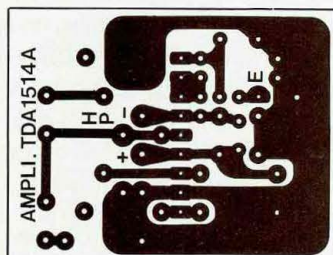

Fig. 7 : Un petit circuit imprimé qui reçoit tous les composants de la fig. 6.
Miniaturisé à l'extrême et implanté avec beaucoup de soins afin d'éviter tout risque d'instabilité, le dessin des pistes cuivrées est proposé en figure 7. Une petite plaquette de 43 x 33 mm regroupe tous les composants. Des pastilles d'un plus gros diamètre sont prévues pour les interconnexions : (+), (–), (HP), (E).